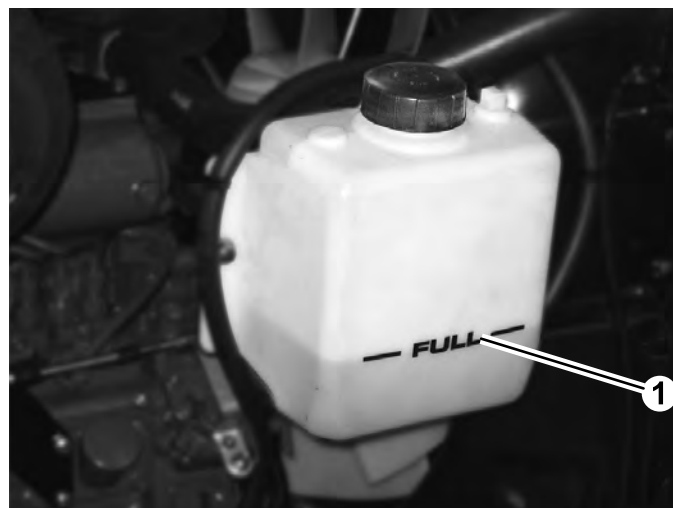

Figure 7
- Retirez le bouchon du radiateur et le bouchon du vase d'expansion avec précaution (Figure 7).